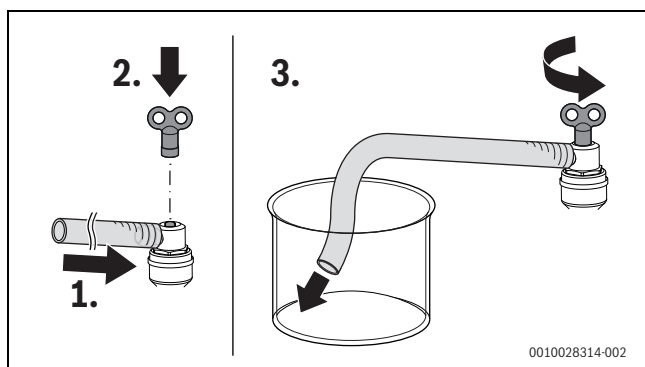

Fig. 98 Purger le circuit d'eau chaude sanitaire et le circuit de chauffage
- ▶ Amener le tube dans un récipient (par ex. bouteille) (→ Figure 98 et figure 2.9, page 9).